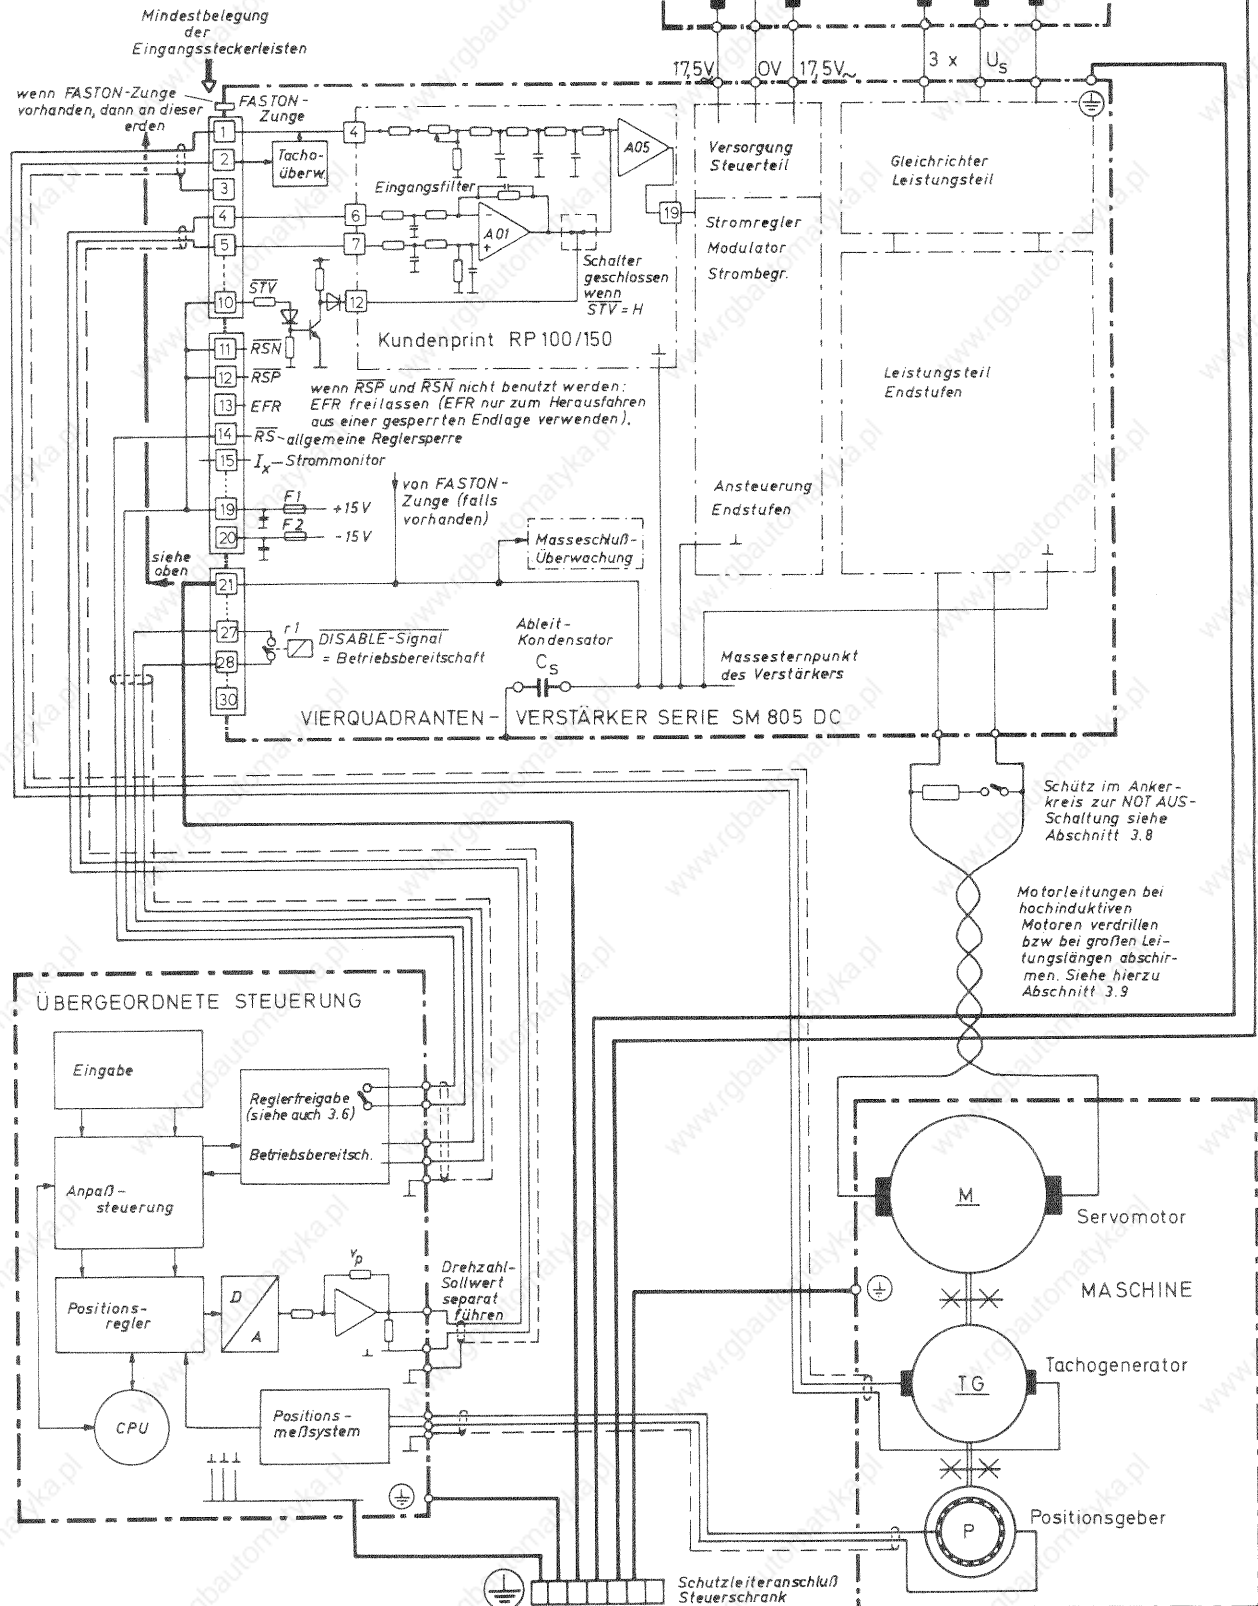

Bild 15 - Anschlußschaltbild-
- Verdrahtungsplan nach Bild 15 beachten
Die in allen getakteten Geräten (z.B. auch in den Netzteilen der NC-Versorgung) entstehenden Störspannungen müssen einwandfrei abgeleitet werden, um den linearen Betrieb des Drehzahlregelverstärkers sicherzustellen. Hierzu ist konsequent das Prinzip der sternförmigen Masseführung einzuhalten. Es ist im Übersichtsschaltbild für den Anschluß des Verstärkers, Bild 15, enthalten. Der Massesternpunkt ist hierbei der Schutzleiteranschlußpunkt des gesamten Steuerschranks.
Der Anschluß des Verstärkers ist nach Bild 15, Bild 8 und Tabelle 3 vorzunehmen. Die Starkstromanschlüsse befinden sich seitlich am Gerät.
Bei sehr hohen Motordrehzahlen und großen Trägheitsmomenten empfiehlt es sich, zusätzlich in den Motorstromkreis Schmelzsicherungen nach Bild 15 einzubauen, um den Ausgangskreis des Verstärkers zu schützen, da im Falle eines Motormasseschlusses bei hoher rückwirkender Energie die Freilaufdioden des Verstärkers gefährdet sind.
Sollwertanschluß: Der Drehzahl-Sollwert ist in einem separaten, zweiadrigen, geschirmten Kabel zu führen. Dies ist unbedingt zu beachten, auch wenn der Steuerungs-Hersteller aus "traditionellen" Gründen ein gemeinsames Kabel für Drehzahl-Sollwert und andere Steuersignale vorschlägt. Nur durch eine getrennte Leitungsführung (s.Bild 15) können Verkoppelungen zwischen Drehzahl-Sollwert und anderen Signalen vermieden werden.
Bei geerdetem Verstärker und geerdeter Steuerung darf zwischen den beiden Einheiten keine zusätzliche Masseverbindung bestehen. Eine zusätzliche Hilfsspannung (z.B. 24V) soll ebenfalls am Masse-Sternpunkt geerdet werden. Abschirmungen müssen nach Bild 15 angeschlossen werden.